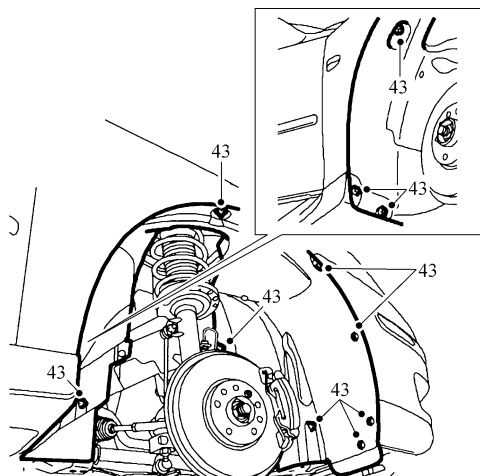

图 7-36 步骤 43) 操作示意图
43) 略微降下车辆，安装右侧内翼子板，如图 7-36 所示。